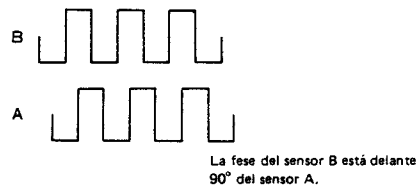

Fig. 14-4 Forma de onda de salida
7. Estar seguros que la fase del sensor B está 90° adelantada sobre el sensor A. (Fig. 14-4)